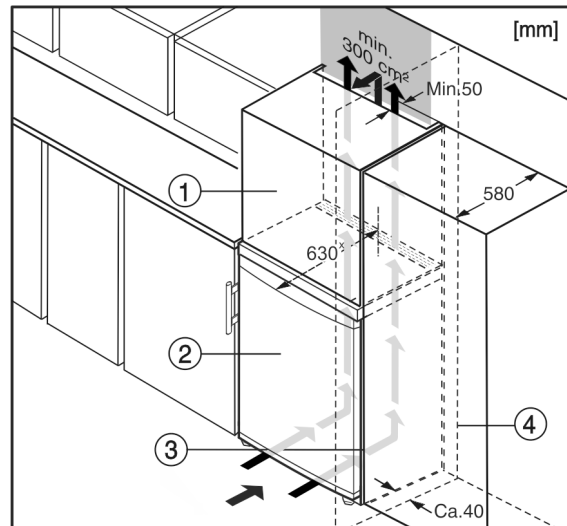

Fig. 5
Het apparaat kan in keukenkasten worden ingebouwd. Om het apparaat Fig. 5 (2) aan de hoogte van het keukenblok aan te passen, kan boven het apparaat een opzetkast Fig. 5 (1) worden aangebracht.
Bij een ombouw met keukenkasten (diepte max. 580 mm) kan het apparaat direct naast de keukenkast *Fig. 5 (3)* worden geplaatst. Het apparaat staat aan de zijkant 34 mm \* en in het midden van het apparaat 50 mm \* tegenover de voorkant van de keukenkast.
Wanneer het apparaat met de scharnieren naast een wand *Fig. 5 (4)* wordt geplaatst, moet de afstand tussen het apparaat en de wand minimaal 40 mm bedragen. Dit komt overeen met de uitsteekmaat van de handgreep bij geopende deur.